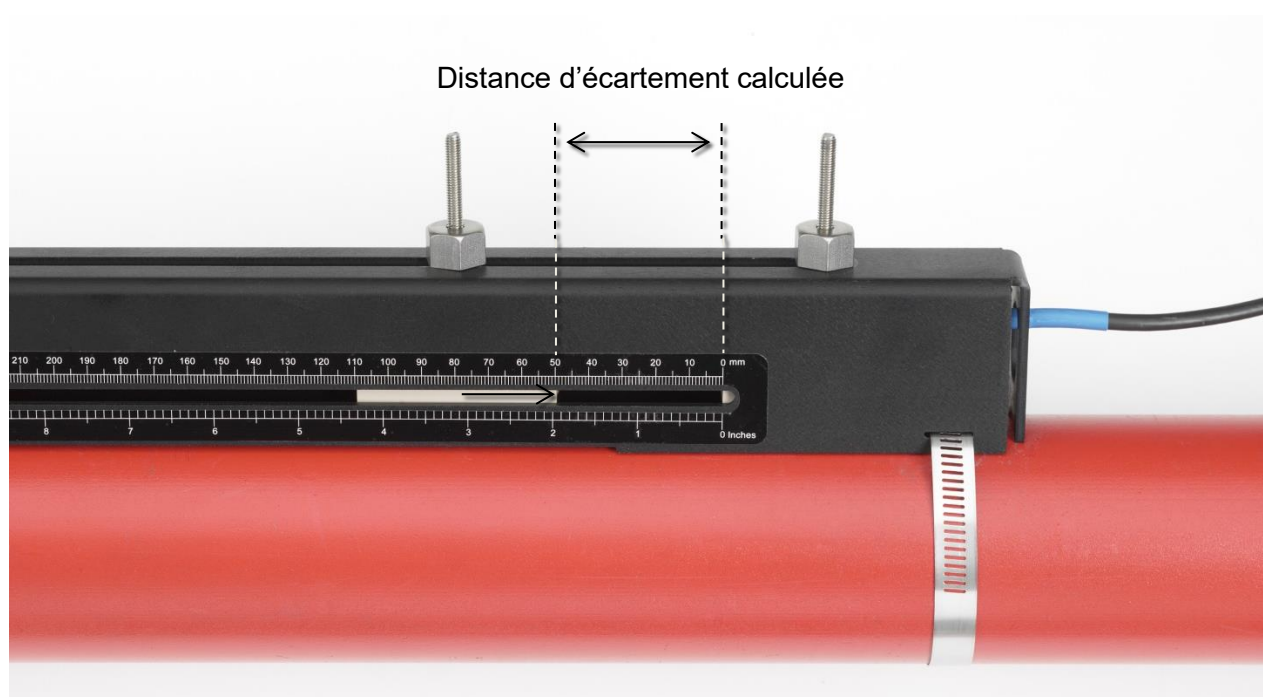

Figure 16 Régler la séparation entre les transducteurs
9. Positionner le transducteur en amont de manière à ce que la face intérieure du transducteur soit réglée sur la distance de séparation requise sur la règle (voir la Figure 16).